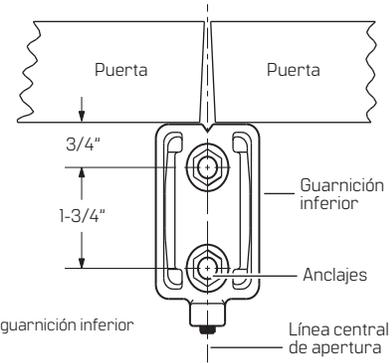

Figura 4 Instalación de la guarnición inferior (vista superior)
- 2.1 Centre la guarnición inferior en el piso entre y a ras de las puertas cerradas. Consulte la **Figura 4**.